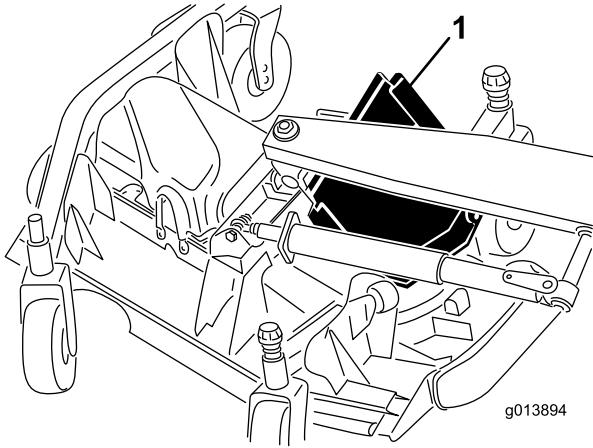

Figura 68
- Levante el borde delantero y guíelo entre el brazo de elevación y el rodillo para retirarlo (Figura 68).